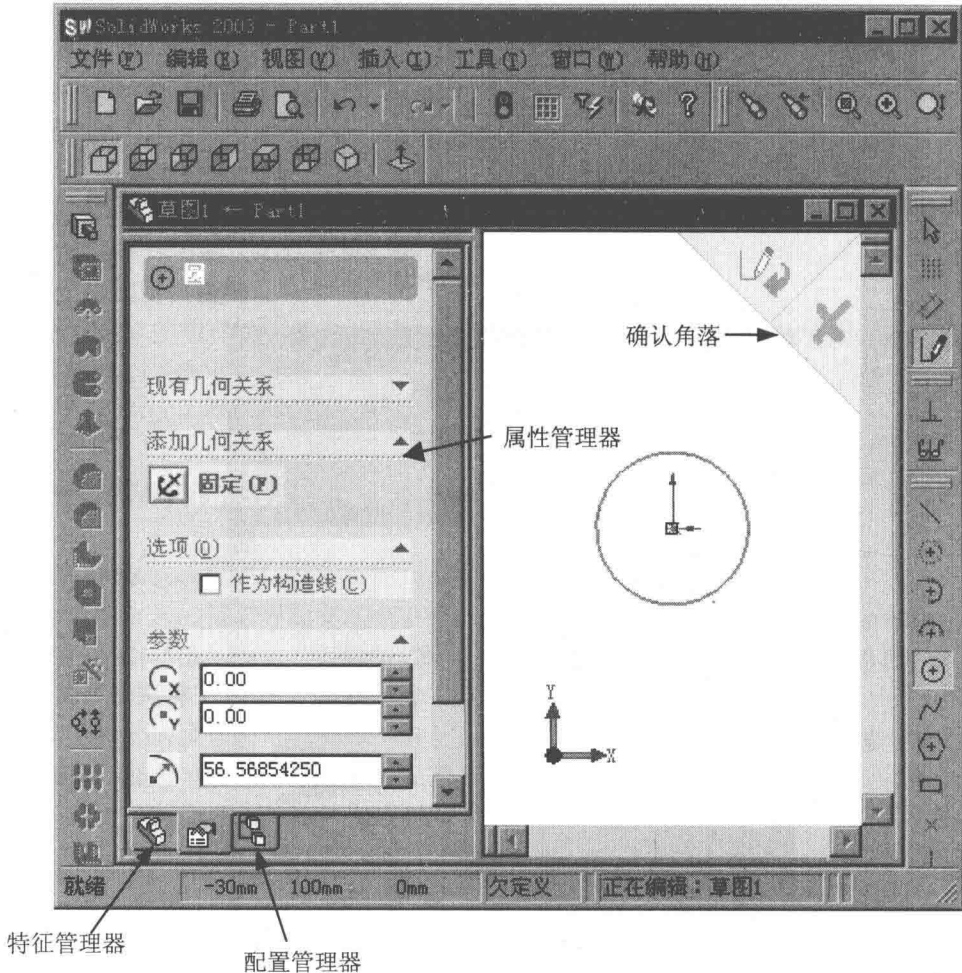

图 1.8 属性管理器界面
- ◆ 通过选择左侧窗格底部的标签，可以在特征管理器、属性管理器、配置管理器和“插件”之间切换，如图 1.8 所示。
显示草图、特征、装配体等功能的相关信息 and 用户界面，如图1.8所示。